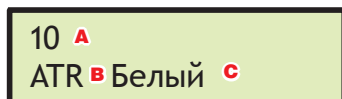

Рис. 64
- С нажатием **OK** происходит автоматический переход к установке других параметров (Рис. 64):
C Тип распыл-ля: введите тип распылителя (ATR, HCC, ISO или USR Рис. 64,) для выбранной штанги.